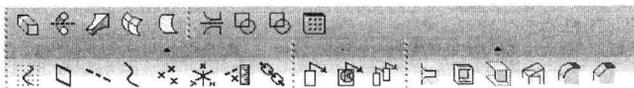

图 1-6 命令工具栏
(4) 命令工具栏。其主要用于选择各种操作命令,如拉伸、旋转等,如图 1-6 所示。